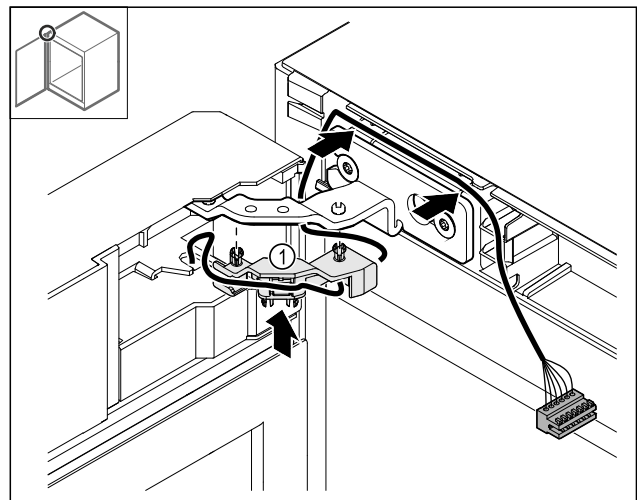

Fig. 48
- ▶ Zatlačte držák kabelu Fig. 48 (1) do závěsu.